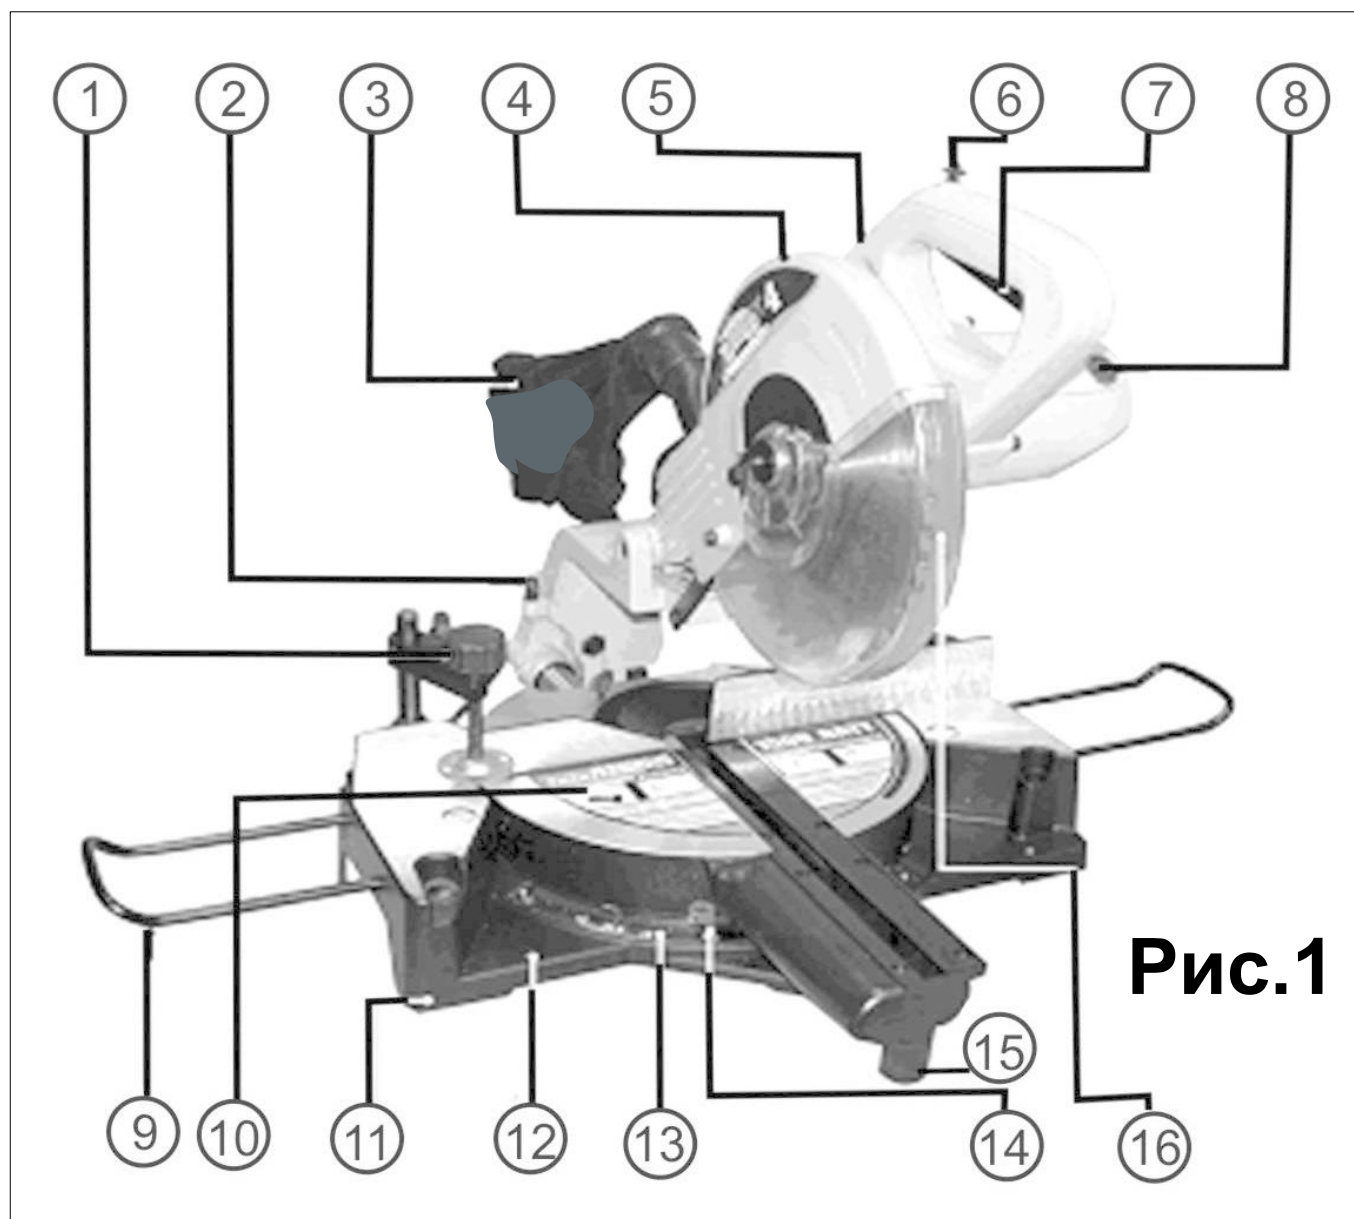
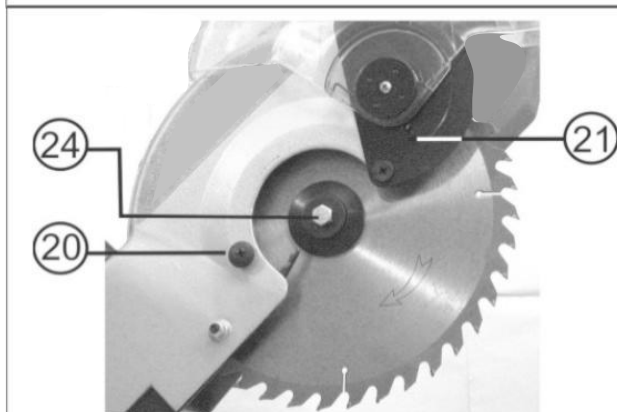
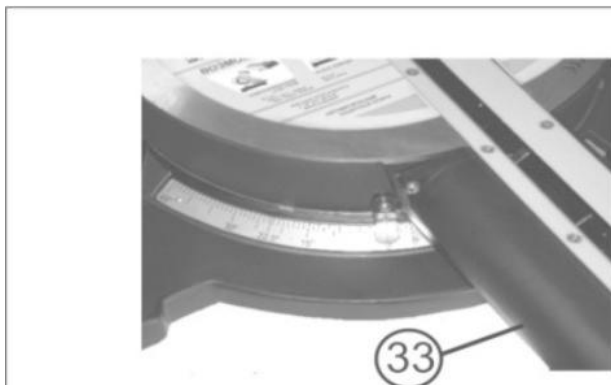

Рис.1
Рис.3
Рис.9
- При транспортировании пилы полностью опускается рукоятка (5), Рис. 1, и фиксируется в нижнем положении с помощью стопорной шпильки (17).
- Закрепите поворотный стол с помощью винта фиксации поворотного стола (18), переместите пилу в крайнее переднее положение и затяните винт фиксации горизонтального перемещения пилы (19).
- Нажмите на рукоятку пилы (5), Рис. 1, и оттяните стопорную шпильку (17), Рис. 2а, находящуюся с задней стороны пилы. После этого пилу можно переместить в верхнее положение, Рис. 1
- Ослабьте винт фиксации поворотного стола (18), Рис. 2а. Вращайте стол влево до совмещения указателя угла поворота (14), Рис. 2б, с делением 0° на шкале угла поворота (13), Рис. 1. Зафиксируйте положение винтом фиксации поворотного стола (18), Рис. 2а.
- Для снятия пильного диска отпустите винт (20), Рис. 3, и переведите защитный кожух (16), Рис. 1, вместе с кожухом шпинделя (21), Рис. 3, в верхнее положение.
- Установите пильный диск в соответствии с последовательностью, показанной на Рис. 5 так, чтобы зубья пильного диска были направлены вниз в передней части пилы, Рис. 3. Затяните шестигранный болт (24), Рис. 5, вращением против часовой стрелки, придерживая кнопку фиксации пильного диска (22), Рис. 4а, в нажатом положении.
- Закрепите пилу болтами на ровной и устойчивой поверхности. С этой целью станина (1) пилы имеет четыре отверстия (12), Рис. 1. Это обеспечит устойчивость пилы и безопасность эксплуатации.
Защитный кожух (Рис. 1)
Пылесборник (Рис. 1)
- Для регулирования положения 45° ослабьте стопорную гайку болта (28) и, используя угольник, установите угол 45° регулировкой винта (28), совмещая указатель шкалы (26) с делением 45° на шкале угла наклона (27). Зафиксируйте стопорную гайку болта (28).
Внимание! Установку угла наклона производите при полностью поднятой вверх рукоятке (5), Рис. 1! После каждого изменения угла наклона проверяйте затяжку винта фиксации угла наклона (2), Рис. 1!
- Вертикальная струбцина (1), Рис. 1, устанавливается во фронтальном упоре (29). Вставьте стержень вертикальной струбцины (1) в отверстие фронтального упора (29) и затяните винт (30) на задней стороне упора для крепления стержня. Установите струбцину (1) в соответствии с размером и формой заготовки и зафиксируйте ее с помощью зажимного винта (31).
- Установите заготовку в выбранном для пиления положении и закрепите ее с помощью вертикального зажимного винта (32) струбцины (1).
- Вертикальная струбцина (1) может быть установлена в упоре как слева, так и справа от пилы.
- Пила позволяет производить поперечное пиление под углом 90° и косое пиление до 45° влево и вправо. Для выполнения косого пиления необходимо повернуть поворотный стол (10), Рис. 1, до нужного угла за рукоятку (33) поворотного стола, Рис. 9, и зафиксировать данное положение винтом фиксации поворотного стола (18), Рис. 2а. При длительной работе с одним заданным углом периодически проверяйте точность установки, так как винт фиксации поворотного стола (18), Рис. 2а, может ослабнуть.
⚠ Внимание! При выполнении пиления не забывайте фиксировать пилу в заданных углах винтом фиксации угла наклона (2), Рис. 1, и винтом фиксации поворотного стола (18), Рис. 2а!